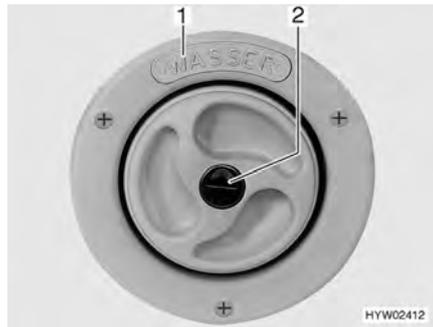
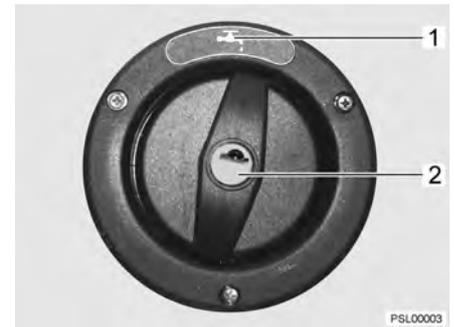

Fig. 154 Bec de remplissage d'eau potable
Fig. 155 Bec de remplissage d'eau potable (alternative)
Le bec de remplissage d'eau potable porte l'inscription "WASSER" (eau) (Fig. 154,1) ou le symbole "☕" (Fig. 155,1). Le couvercle de fermeture est ouvert et verrouillé à l'aide de la clé pour les serrures extérieures.
- Ouvrir le bec de remplissage d'eau potable (Fig. 154 ou Fig. 155) (voir chapitre 6).